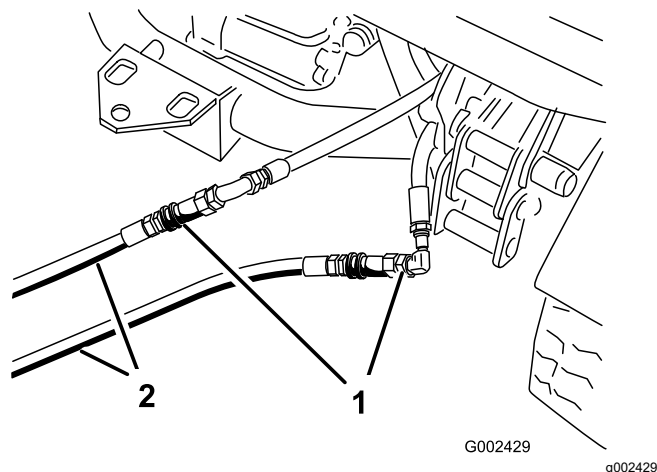

图 72
3. 在禁用的机器上将 2 个跳线软管连接至断开的软管图 72。